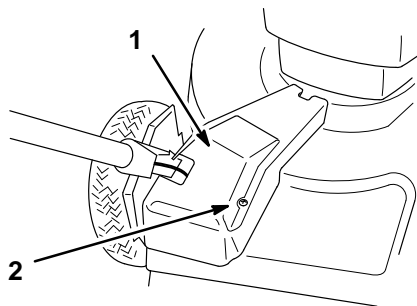

Figure 29
1. Le moteur étant arrêté, retirer le boulon de fixation du carter de courroie (Fig. 29) au carter de tondeuse.